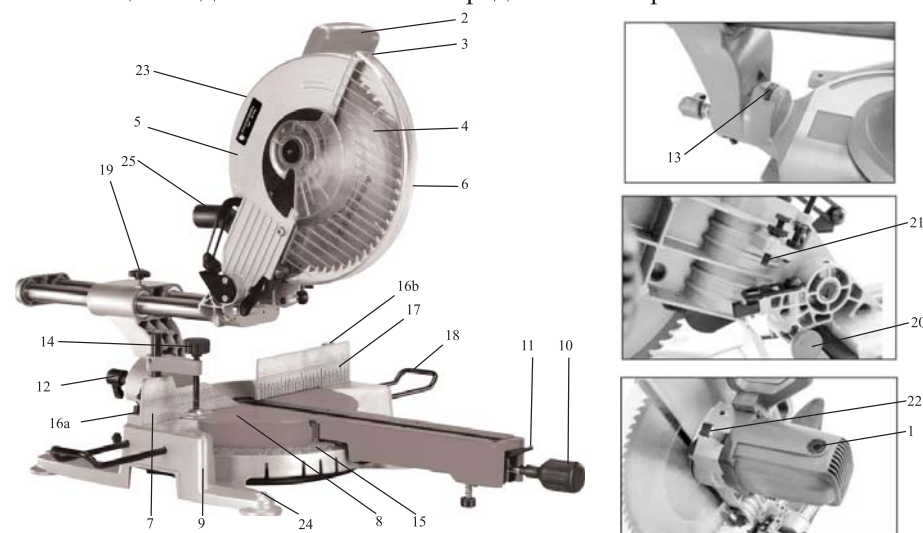

Рис. 1
3.1 Общий вид пилы схематично представлен на рис.1*